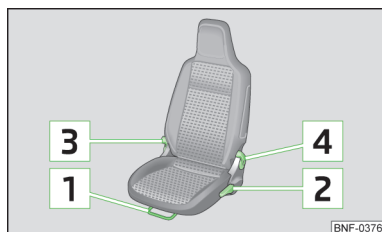

Fig. 36
- Træk armen  » Fig. 36 opad, og skub samtidig sædet til den ønskede position.
- Hvis du ønsker at indstille sædet i en højere position, skal du trække armen  » Fig. 36 opad (pumpebevægelser).
- Læn dig fremad (så du ikke sidder op ad ryglænet), træk i armen  » Fig. 36 eller , og indstil den ønskede hældning på ryglænet med ryggen.
- Træk i armen  » Fig. 36 eller , og klap ryglænet frem. Skub samtidig sædet frem.